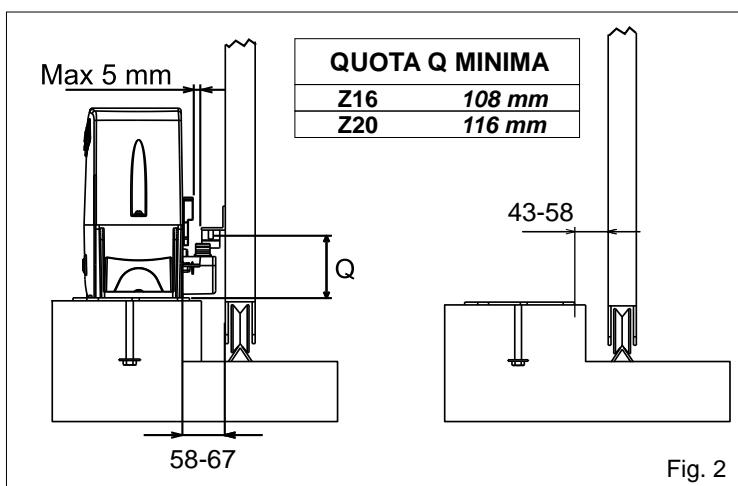
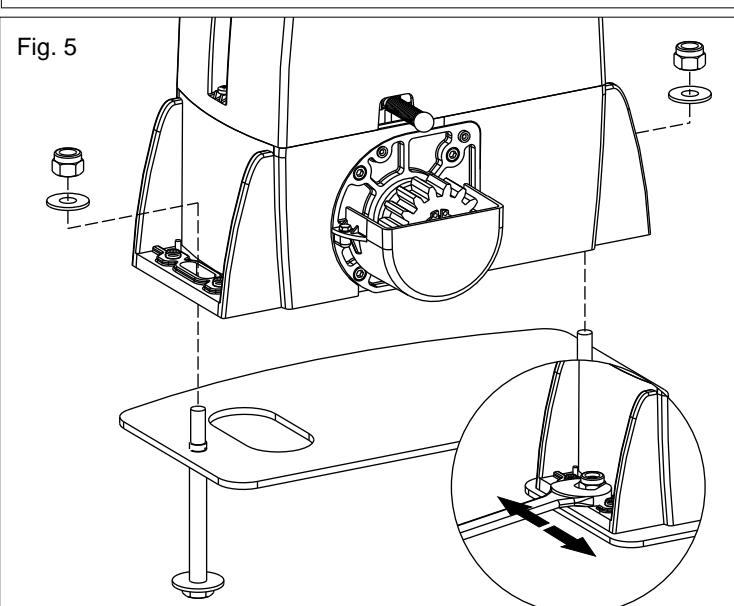

Fig. 2
Fig. 5
2.3. Prima di cementare la piastra di ancoraggio assicurarsi che la stessa risulti perfettamente orizzontale e che sia rispettata la quota di 50,55 mm indicata in Fig. 2.
4.2. Fissare il motoriduttore alla piastra di fondazione mediante i 2 dadi in dotazione regolandone la posizione laterale (Fig. 5) per il rispetto delle quote citate in (Fig. 2).